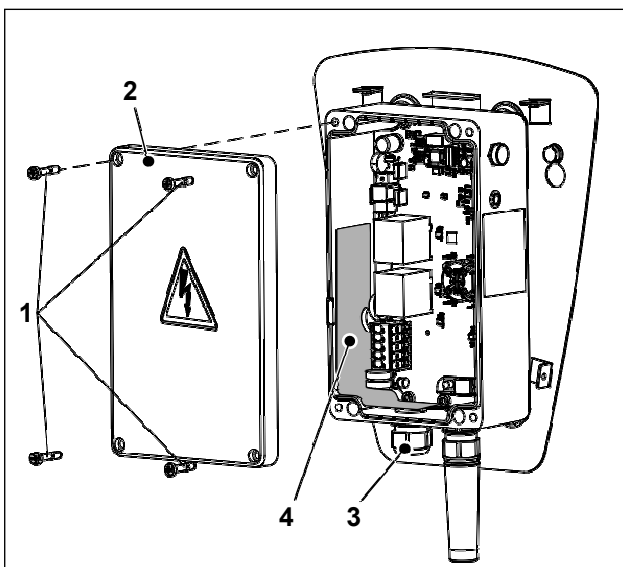

Fig. 4 EVC-W1-ECO5M Wallbox, caja del aparato electrónico abierta
1. Soltar los cuatro tornillos (fig. 4/1) y retirar la tapa de la caja del aparato electrónico (fig. 4/2).
2. Enroscar la conexión de rosca para cable ESK-V25 (accesorio adjunto) con la junta anular correspondiente EADR25 (accesorio adjunto) en la caja del aparato electrónico (fig. 4/3) y apretar (aprox. 8 Nm).
5. Observar las indicaciones de la etiqueta adhesiva (fig. 4/4) y a continuación introducir la etiqueta adhesiva por la entrada de cables.
9. Colocar la tapa de la caja del aparato electrónico (fig. 4/2) y apretar los cuatro tornillos (2,5 Nm).